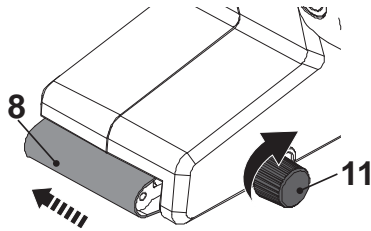

Fig. 5
5. Tournez le bouton de réglage de l'alignement (7) dans le sens anti-horaire pour aligner la bande abrasive (8) sur la droite (du point de vue de l'opérateur) (Fig. 5).